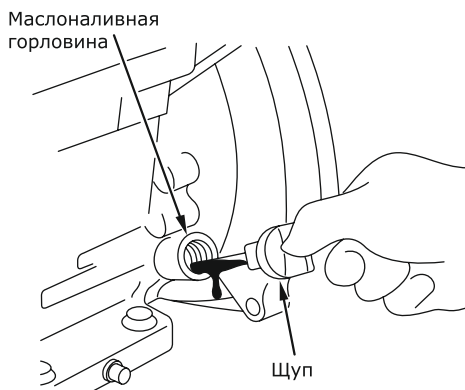

Рис. 3
• Каждый раз перед запуском двигателя и через каждые пять часов работы двигателя проверяйте уровень масла. Поддерживайте уровень масла между отметками **Min** и **Max** на масляном щупе или по краю маслониливной горловины (рис. 3).